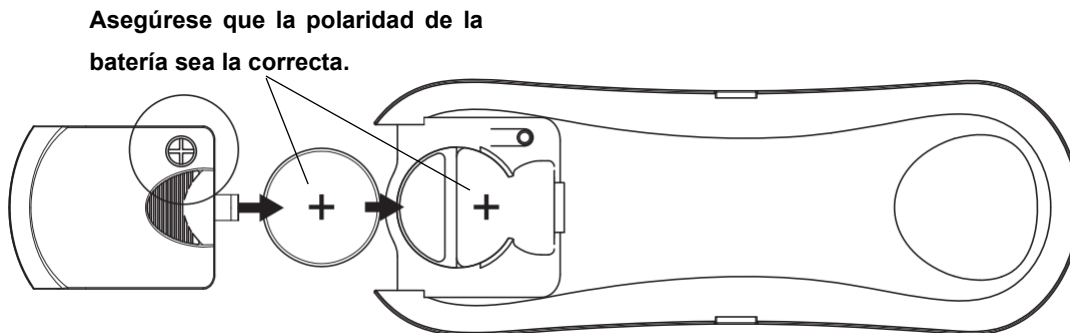

Fig. 15c
8. Instale una nueva batería CR2032 de 3V en el compartimiento. Asegúrese que la polaridad de la batería sea la correcta. (Fig. 15c)
10. Instale la batería en el control remoto. Asegúrese que la polaridad de la batería sea la correcta. (Fig. 15c)
- Presione y mantenga presionado el botón “⏻” en el control remoto por 3-5 segundos en un plazo de 30 segundos después de conectar (ON) la corriente al receptor del ventilador de techo. Si el ventilador tiene un juego de luces fijado, la luz va a parpadear on y off para indicar que el proceso de emparejamiento se ha activado.
- Encienda (ON) el ventilador y cambie la velocidad del ventilador de techo a través del control remoto para verificar el funcionamiento y el emparejamiento satisfactorio.